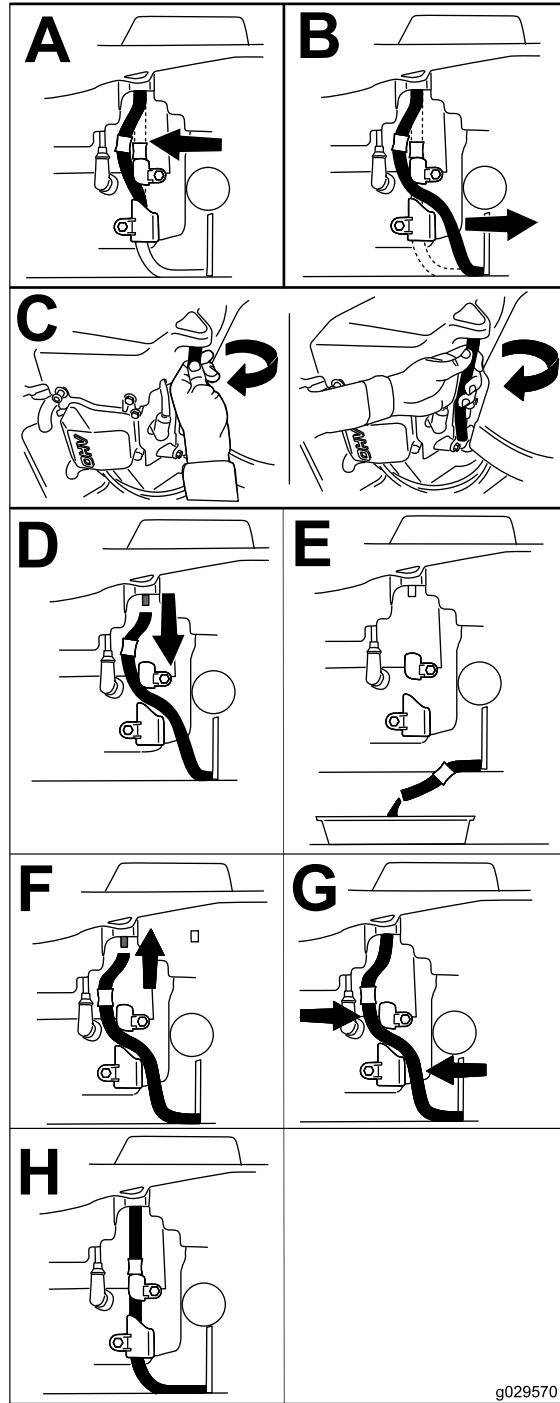

Figura 67
4. Drene el aceite del motor (Figura 67).